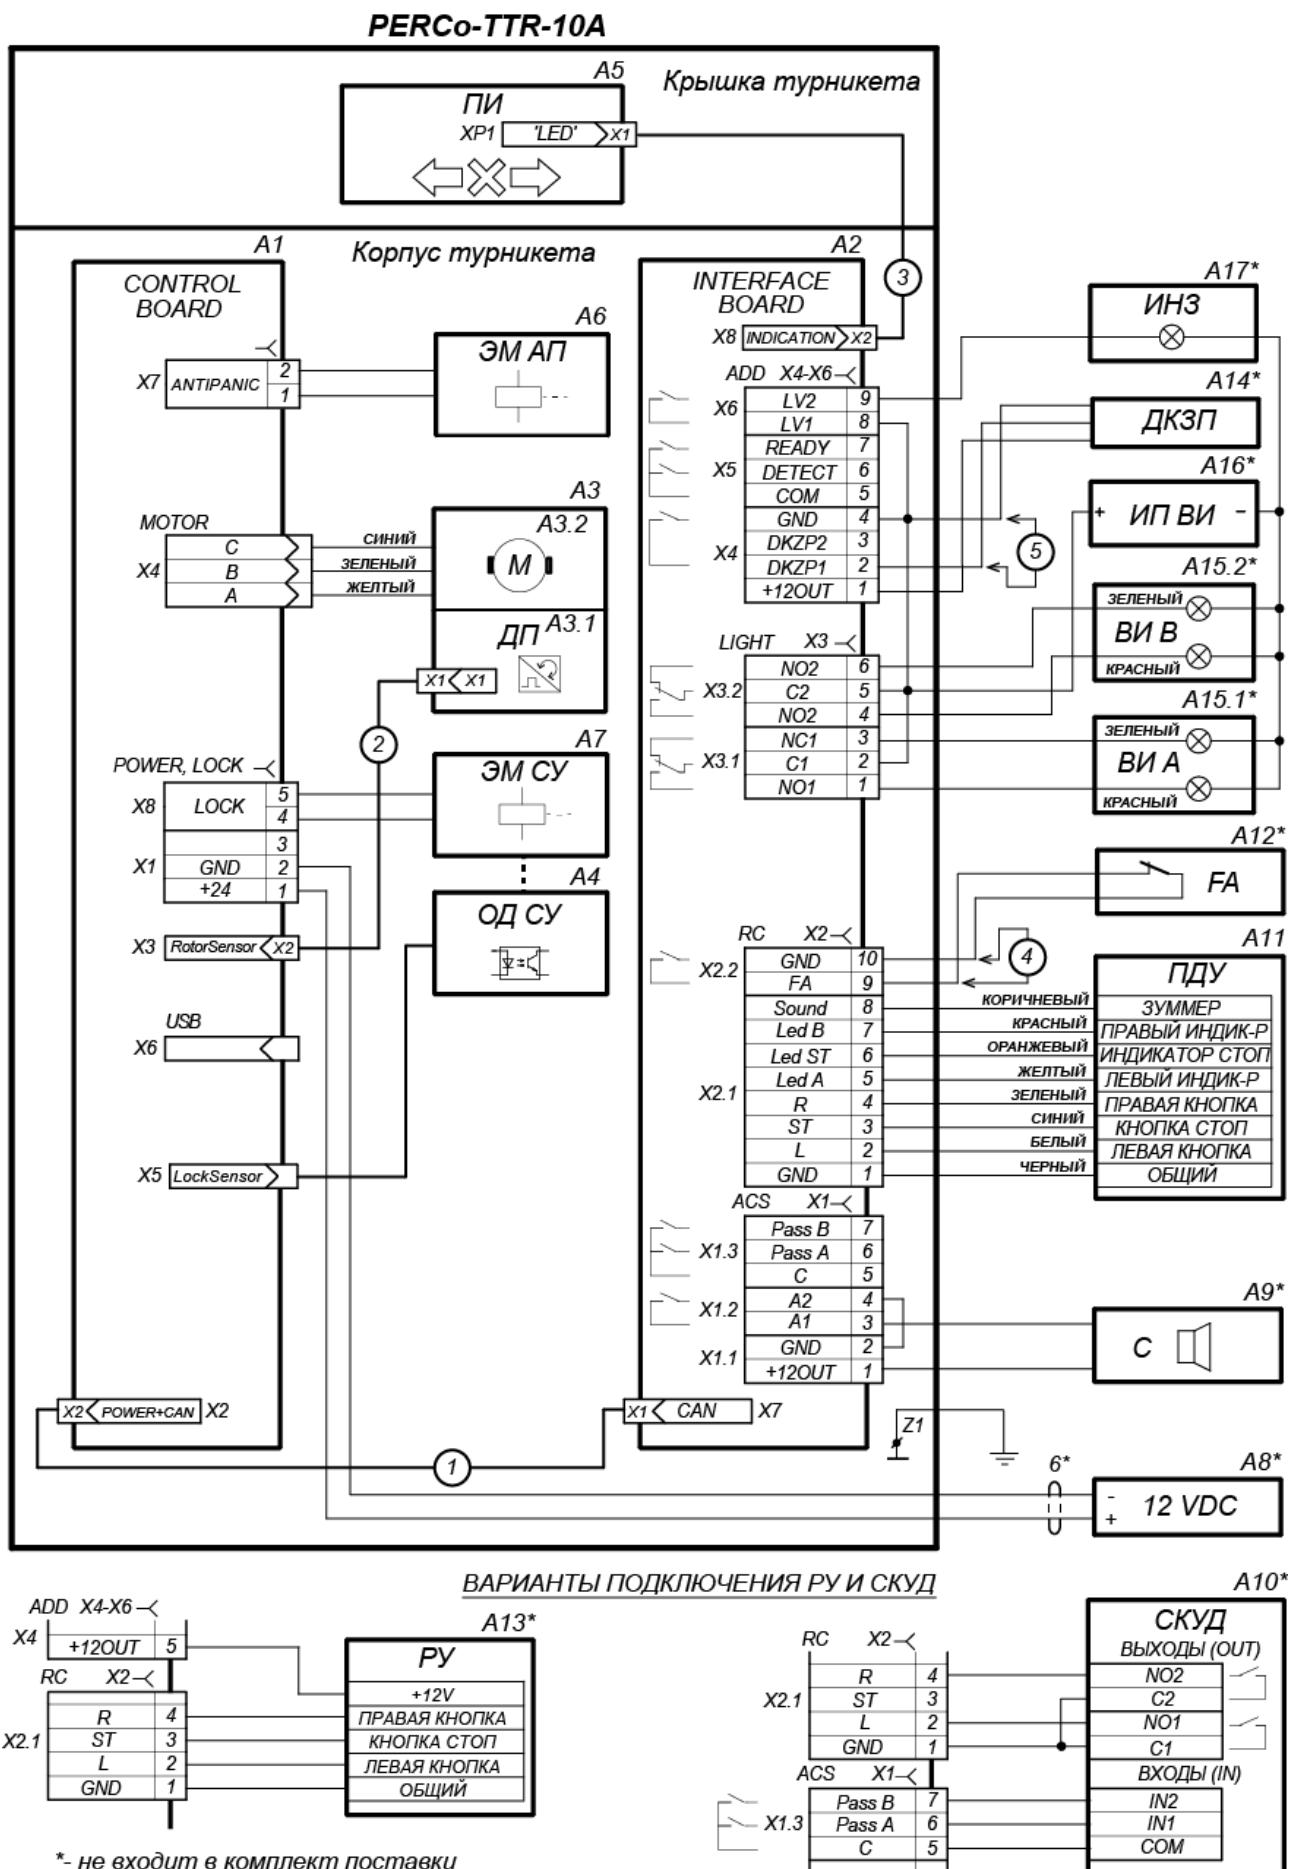

Рисунок 17. Схема электрическая соединений
Схема подключения турникета приведена на рис. 17. Расположение клеммных колодок на платах управления (9) и интерфейса (10) указано на рис. 6 и 7. Используемые при монтаже кабели и их максимальная длина указаны в разд. 8.3. Рекомендации по подготовке установочной поверхности и организации зоны прохода приведены в разд. 8.1. При монтаже турникета придерживайтесь следующей последовательности действий:
8. Подключите кабель ПДУ (устройства РУ или контроллера СКУД) к клеммной колодке **X2** платы интерфейса (см. рис. 17).
9. Произведите при необходимости монтаж и подключение дополнительного оборудования: ДКЗП и сирены; устройства *Fire Alarm*; выносных индикаторов и др. (см. рис. 17).
10. Проверьте правильность и надежность всех электрических соединений в соответствии со схемой на рис. 17. Задвиньте плату интерфейса на место и закрутите винты фиксации. Аккуратно уложите и закрепите все подключенные кабели на горизонтальной полке с отверстиями стяжками из комплекта поставки.